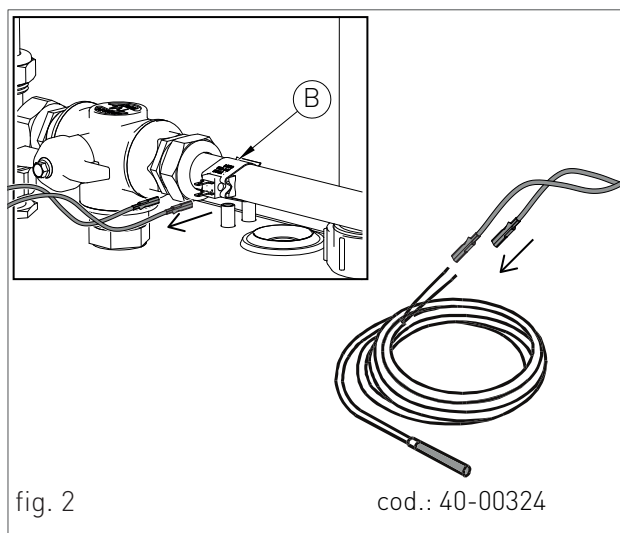

fig. 2
- › Attivare la funzione ricircolo premendo contemporaneamente i tasti **R** e **-** del pannello comandi (fig.2). L'attivazione della funzione ricircolo è visualizzata nel display del pannello comandi con la comparsa del simbolo 'rc'.
- > Scollegare i due fastom dalla sonda ricircolo (vedi B-fig.2) e collegarli alla sonda opzionale per l'accumulo (cod.: 40-00324, vedi fig.2). Inserire la sonda per l'accumulo nel portasonda del serbatoio.